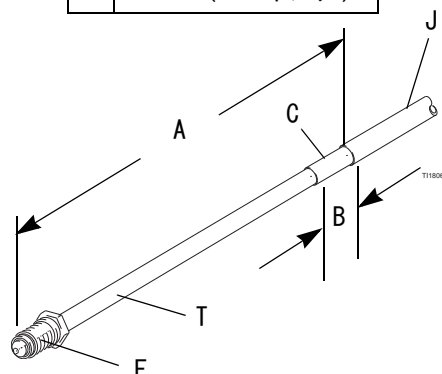

図 6 水媒介ホースの寸法
2. 水媒介流体用ホースを適切にフィットさせるには、図 6 で示されている寸法にストライプ加工し、組み立てる必要があります。ホースの内側チューブ (T) には、誘電体グリースを塗布してください。取り付け金具 (F) をチューブ (T) にスライドさせて付けます。パーブ取り付け金具 (G) の段部が底に付くまで、それをチューブに押し込みます。新品の Graco 水媒介流体用ホースはこれらの寸法に合わせて、完全に組み立てられた状態で提供されます。